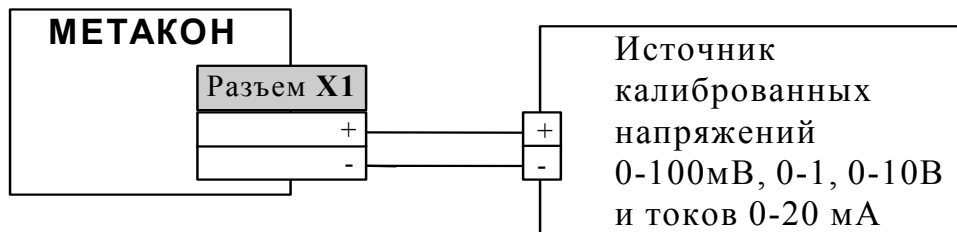

Рис. 8.3
8.3.1 Собрать схему приведенную на рис.8.3.